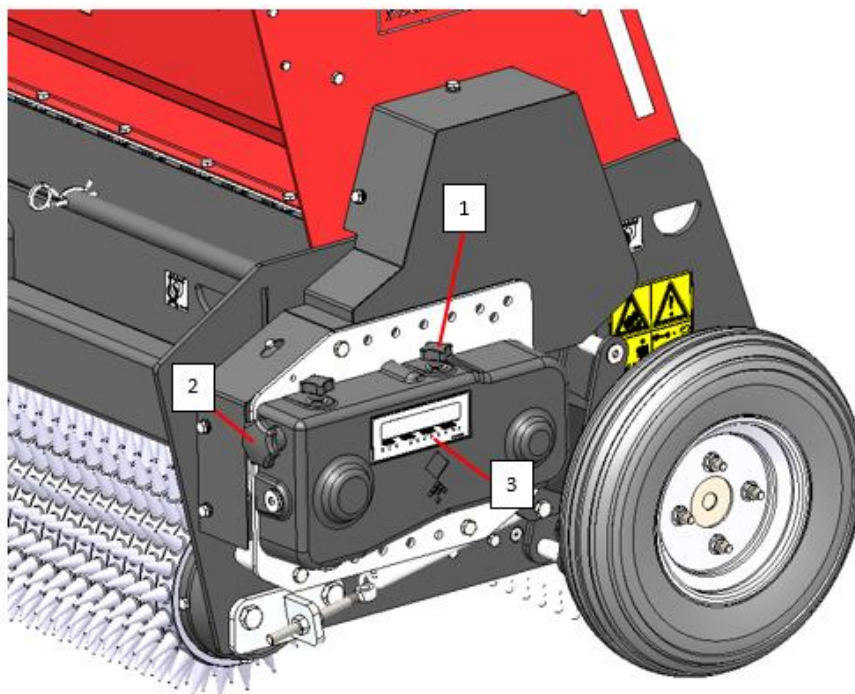

Figure 4
1. Desserrez les molettes (1) (voir Figure 4).
2. Tournez la molette (2) pour modifier le réglage. Le réglage peut être lu sur l'autocollant (3).
3. Resserrez les molettes (1).